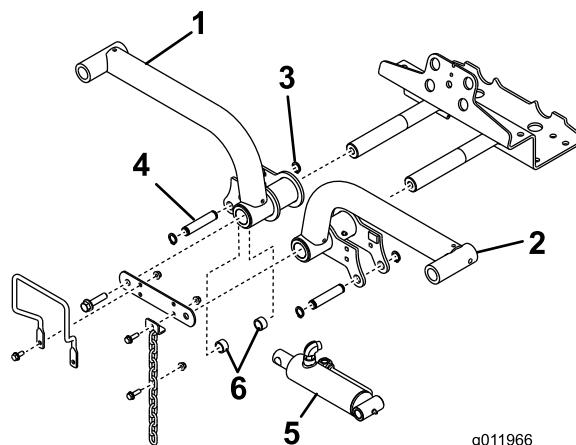

Figura 15
4. Inserite i bracci di sollevamento sui relativi alberi di articolazione (Figura 15) e fissate ogni collegamento ottenuto con l'attacco degli alberi di articolazione dei bracci di sollevamento e con i bulloni rimossi in precedenza.
2. Anello di fissaggio      5. Distanziali (2)
6. Fissate l'estremità destra del cilindro di sollevamento al braccio di sollevamento destro con un perno e 2 distanziali (Figura 15). Bloccate il perno con un anello di fissaggio.